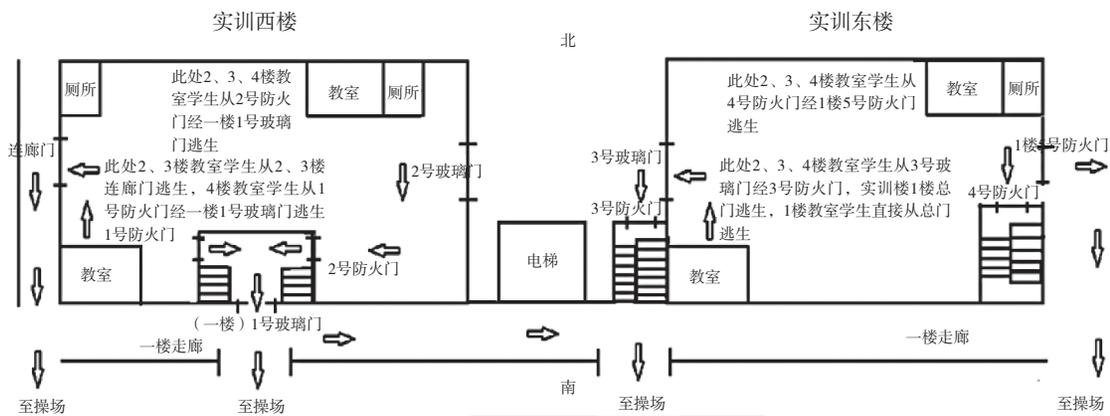

图 1-1-11 某校实训楼紧急情况逃生路线
**解决途径：**参照图 1-1-11，研究并熟悉紧急情况逃生路线，具体的情况具体对待。